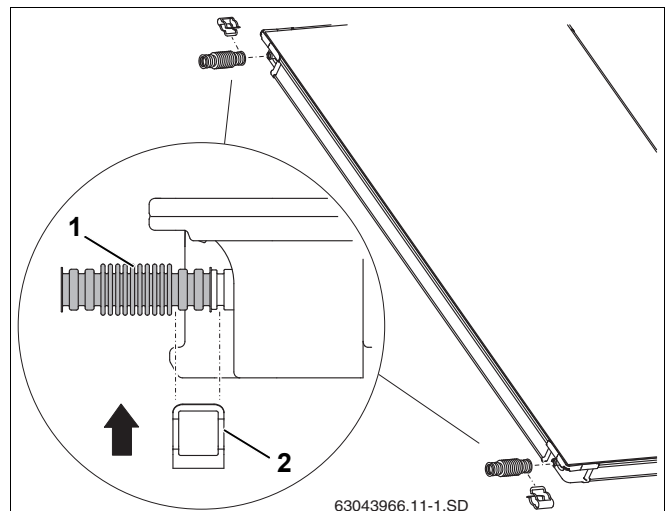

Рис. 45 Монтаж гофрированной соединительной трубы на первом коллекторе
- ▶ Наденьте гофрированные трубы (рис. 45, поз. 1) на левые штуцеры первого коллектора.
- ▶ Установите зажимы (рис. 45, поз. 2) для фиксации гофрированных труб на штуцерах коллектора.